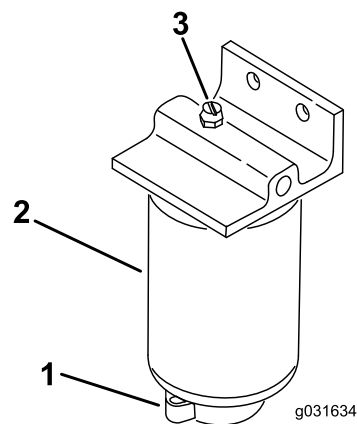

图 53
2. 松开滤清器底部的排油阀图 53。
1. 清洁滤清器的安装区域图 53。